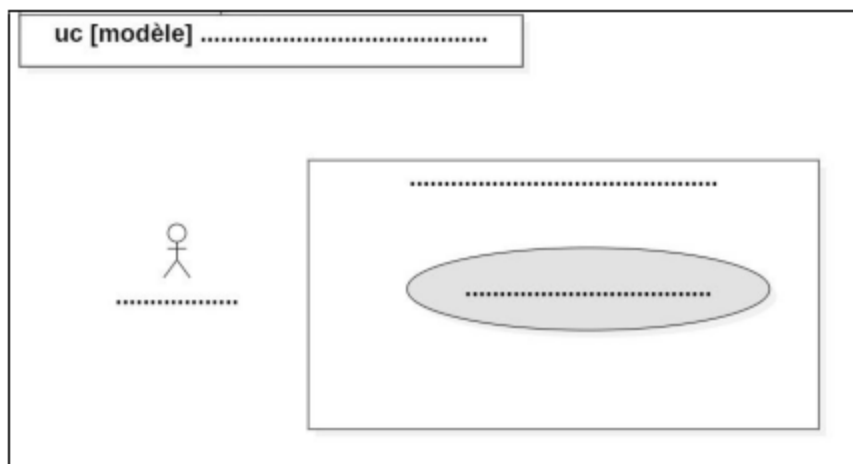

Figure 6 : diagramme de cas d'utilisation
2. Sur la feuille de réponses, reproduire et compléter le diagramme de cas d'utilisation (figure 6) de la trottinette électrique : (2 points)